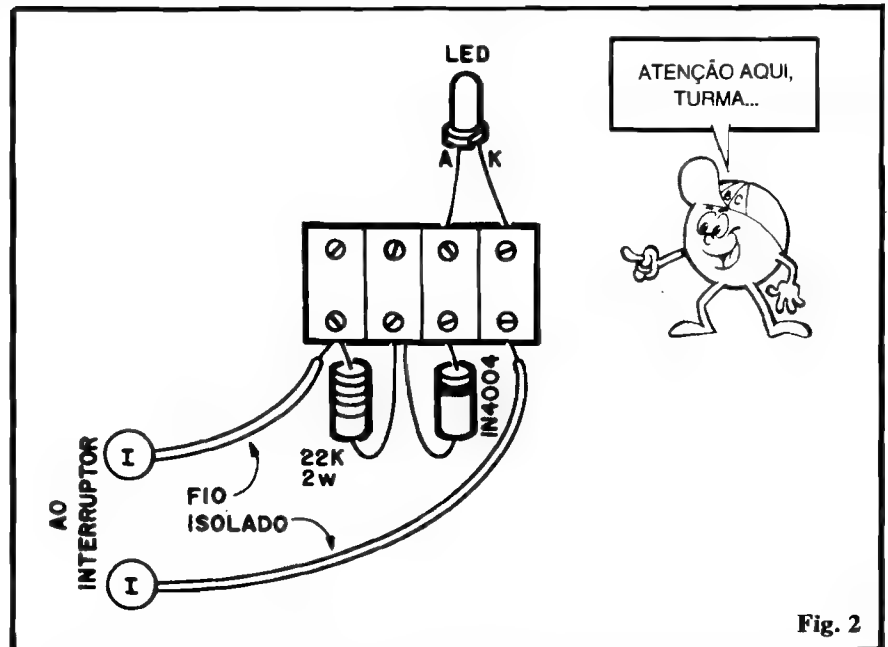

Fig. 2
- **FIG. 2** - Chapeado da montagem (vista real dos componentes e suas interligações). **MUITA** atenção nessa fase da construção do PILOTO PARA INTERRUPTOR DE PAREDE! O sistema é “totalmente sem solda” (por en-
- FIG. 2 - Componentes do circuito, mostrados em **aparência e símbolo**. Aqui o Leitor/Aluno já se depara com **novos** componentes: o